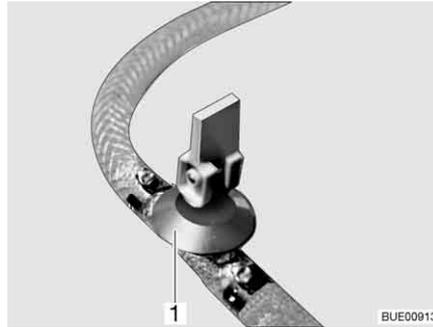

Fig. 198 Llave de desagüe
- Cerrar la(s) llave(s) de desagüe. Colocar para ello el balancín (Fig. 198,1) en posición horizontal.
- Abrir la(s) llave(s) de desagüe (Fig. 198). Colocar para ello el balancín (Fig. 198,1) en posición vertical. La caldera se vacía hacia fuera.